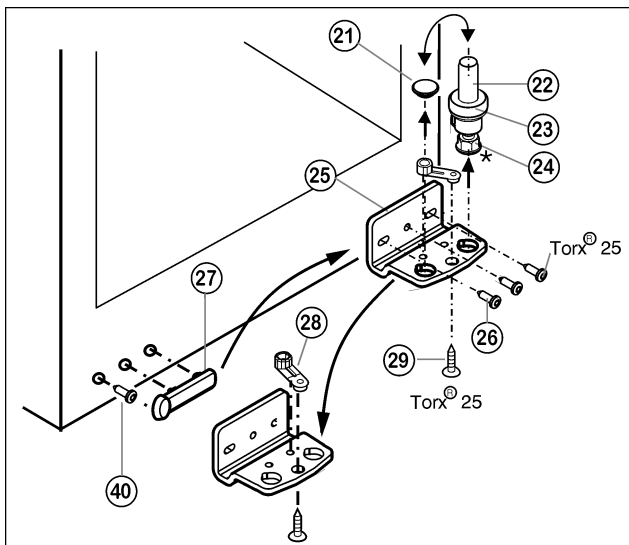

Fig. 5
- ▶ Extraiga el perno de cojinete Fig. 5 (22) completo, con arandela Fig. 5 (23) y pata de ajuste* Fig. 5 (24) hacia arriba.
- ▶ Levante los tapones Fig. 5 (21).
- ▶ Desatornille el soporte de cojinete Fig. 5 (25).
- ▶ Desatornille la pieza de cojinete Fig. 5 (28) y cámbiela al orificio de alojamiento opuesto del soporte de cojinete, volviéndola a atornillar.
- ▶ Desmonte la cubierta en el lado del tirador Fig. 5 (27) con cuidado, desenrosque el tornillo Fig. 5 (40) y cambie ambos al lado opuesto.
- ▶ Vuelva a atornillar el soporte de cojinete Fig. 5 (25) en el nuevo lado de la bisagra (**con 4 Nm**) para fijarlo; dado el caso, utilice un destornillador de batería.
- ▶ Vuelva a colocar el tapón Fig. 5 (21) en el otro agujero.
- ▶ Vuelva a colocar el perno de cojinete Fig. 5 (22) completo, con arandela y pata de ajuste*. Preste atención a que el saliente de retención esté orientado hacia detrás.
- ▶ Retire el tapón (33) del casquillo de cojinete de la puerta y cámbielo de sitio.
- ▶ Desmonte el tirador de la puerta (32), los tapones (33) y las placas de presión* (34) y cámbielos al lado opuesto.
- ▶ Coloque la puerta desde arriba sobre el perno de cojinete inferior Fig. 5 (22).
- ▶ Coloque el soporte de cojinete superior (12) en la puerta en el nuevo lado de la bisagra.
- ▶ Atornille el soporte de cojinete superior (12) (**con 4 Nm**) para fijarlo (2 Torx® 25) (13). Dado el caso, grabe los agujeros de tornillo o utilice un destornillador de batería.
- ▶ Coloque la cubierta (10) y la cubierta (11) en el lado opuesto, respectivamente.
- ▶ Dado el caso, alinee la puerta a través de los dos agujeros oblongos en el soporte de cojinete inferior Fig. 5 (25) a ras de la carcasa del aparato. Para ello, desenrosque el tornillo intermedio.